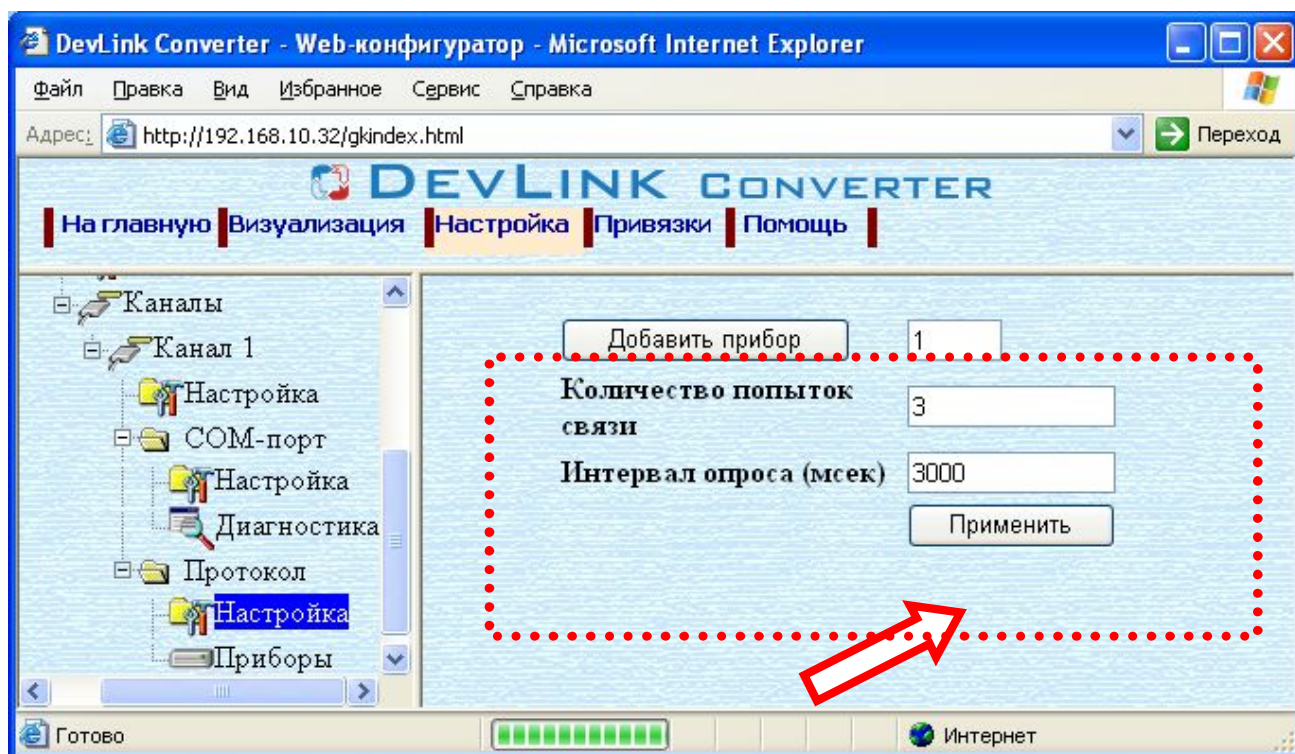

Рисунок 3.9 – Настройка протокола
- Выберите в дереве объектов *папку «Настройка»* протокола нужного канала драйвера (рисунок 3.9).
- Задайте необходимые параметры и нажмите кнопку «Применить» (рисунок 3.9).